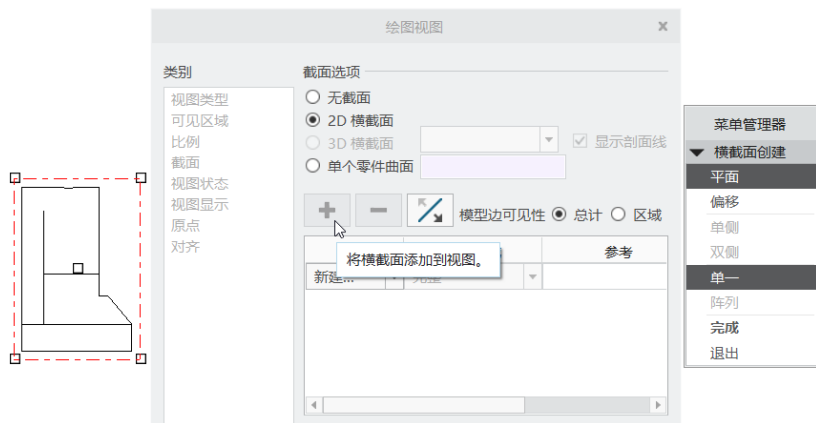

图 12-46 设置剖面选项等
- 3 切换到“截面”类别选项卡，选择“2D 横截面”单选按钮，接着单击“将横截面添加到视图”按钮 ，系统默认创建新的剖截面，此时弹出“横截面创建”菜单，如图 12-46 所示。